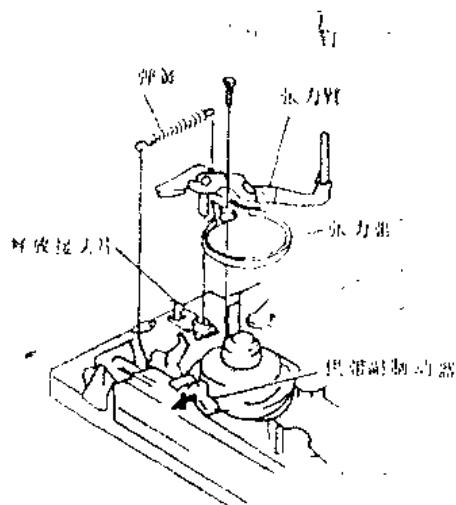

图 1-29
②安装时请检查荷载托架组件的凸起部有否插在滑子中。
(8) 拆卸张力臂/张力带
步骤：①拆卸张力臂和弹簧座之间的弹簧，如图1-29所示。
②拆卸张力带固定用螺钉。
③释放张力臂的配件，将供带副制动器向箭头方向移动，卸下张力带和张力臂。
(9) 拆卸带盘驱动齿轮